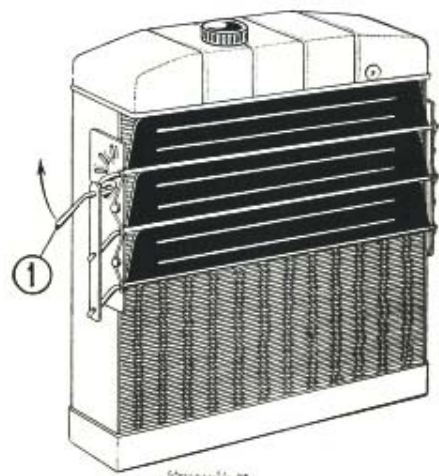

Fig. 28. Persiana del radiatore.
La persiana applicata davanti al radiatore (ved. fig. 28), ha lo scopo di proteggerlo da correnti d'aria troppo fredde. È comandata a mano, mediante un'apposita maniglia (1), situata a destra del radiatore, e può assumere quattro posizioni: